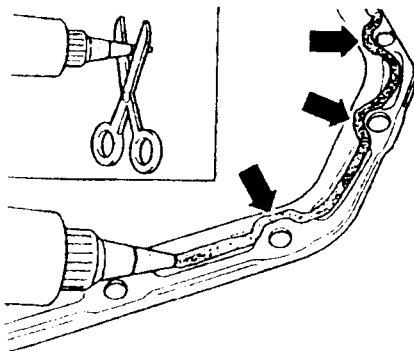

图 1-26
①硅酮密封胶瓶嘴的前部有标志 (密封胶型号为 DI76 404 A2),从该处剪断 (约 $\phi 3\text{mm}$ 的嘴) (图 1-26)。